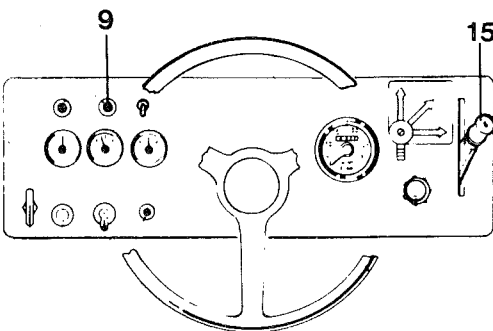

Abb. 9
- 3 Die Feststellbremse (2) lösen: Den Hebel vorwärts und nach unten führen. Die Warnleuchte (9, Abb. 9) für die Feststellbremse darf nicht mehr leuchten.